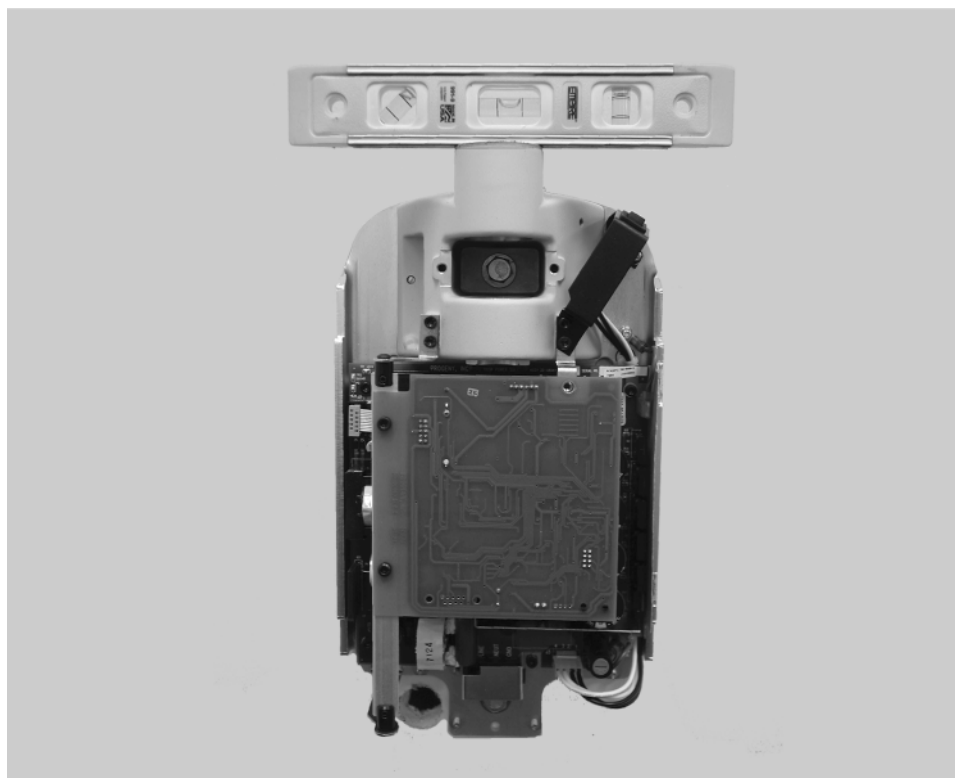

Figure 14
5. Placez un niveau sur le support de l'unité de commande parallèle à la cloison, comme indiqué à la *Figure 14*. Mettez l'unité de commande à niveau.